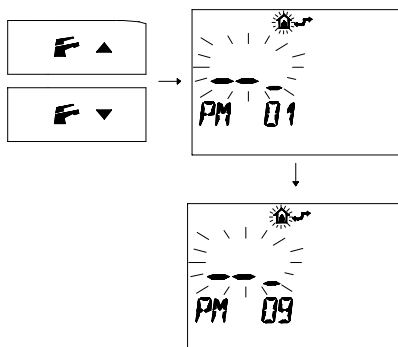

Figura 9.12
- Premere i pulsanti  o  per visualizzare la programmazione "PM09" modo spazzacamino (Figura 9.12).